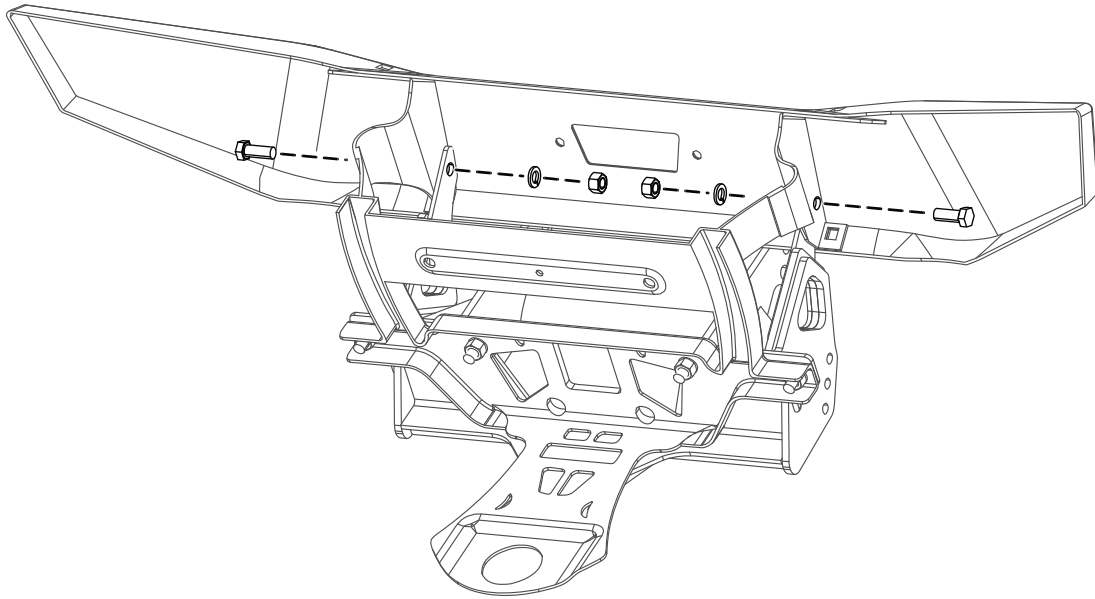

Figura 2
4. Sujete provisionalmente el centro de la placa de protección del chasis al bastidor del vehículo con 2 pernos (M12 x 1¾"), 2 arandelas de freno y 2 tuercas (Figura 2).